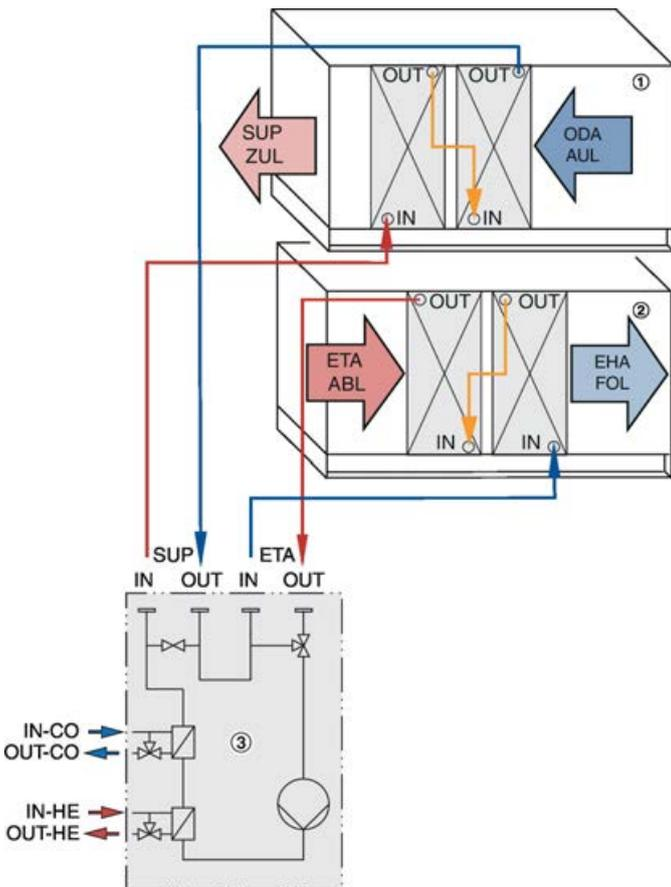

Abb. 38: Hydraulischer Anschluss (Beispiel)
- ① Zuluftgerät
- ② Abluftgerät
- ③ Hydraulikstation
3. ▶ Rohrverbindung zwischen Wärmeübertrager und Hydraulikstation herstellen (Abb. 38).
4. ▶ Bei KVS-Systemen mit externer Einspeisung, die Anschlüsse zur Externen Einspeisung herstellen (Abb. 38).